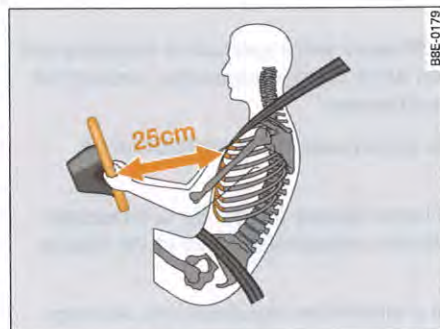

Fig. 164 Distance minimum du conducteur par rapport au volant
- Ajuster le volant de sorte que la distance entre celui-ci et la poitrine soit au moins de 25 cm ⇒ fig. 164.
- Ajustez le siège de sorte que la distance entre votre poitrine et le milieu du volant soit au moins de 25 cm ⇒ *page 174*, fig. 164. Si la distance est inférieure à 25 cm, l'airbag n'assure plus une protection optimale.